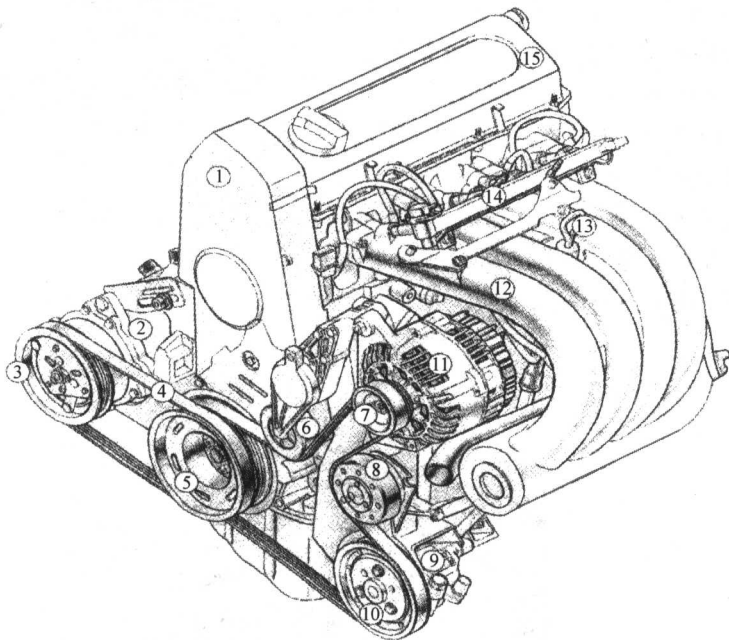
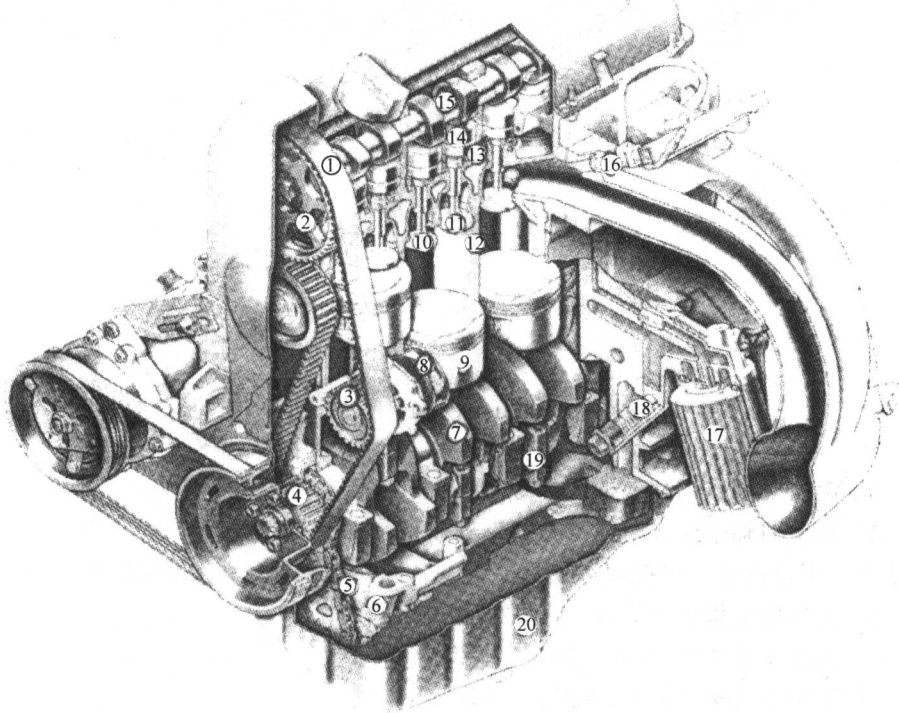

图 1-2 桑塔纳 2000GSi 轿车发动机外形图
图 1-4 桑塔纳 2000GSi 轿车发动机剖视图
### 1. 拆卸发动机外部零部件(图 1-2)
10) 拆卸燃油分配管 14 的各连接油管及其固定螺钉, 拆卸燃油分配管和喷油器 16 (见图 1-4)。
11) 旋松进气支管 12(见图 1-2)的固定螺钉, 拆卸进气支管, 取下进气支管垫片(与进气支管连接的进气总管、空气滤清器、空气流量计已在吊装发动机前拆卸)。
13) 用专用工具拆卸机油滤清器 17 (见图 1-4)。
1) 旋松正时齿形带护罩 1（图 1-2）的固定螺钉，拆卸正时齿形带护罩，观察此时凸轮轴正时齿轮带轮 2（图 1-4）的位置，以备以后正确安装。
2) 旋松气缸罩 15（图 1-2）的固定螺钉，拆卸气缸罩盖。
4) 拆卸曲轴正时齿形带轮 4、机油泵链轮 5（图 1-4）、水泵齿轮带轮 3、张紧轮 21 和凸轮轴正时齿形带轮 2，拆下齿形带后防护罩。
## 3. 拆卸机体组件（图 1-4）
## 4. 拆卸发动机活塞连杆组（图 1-4）